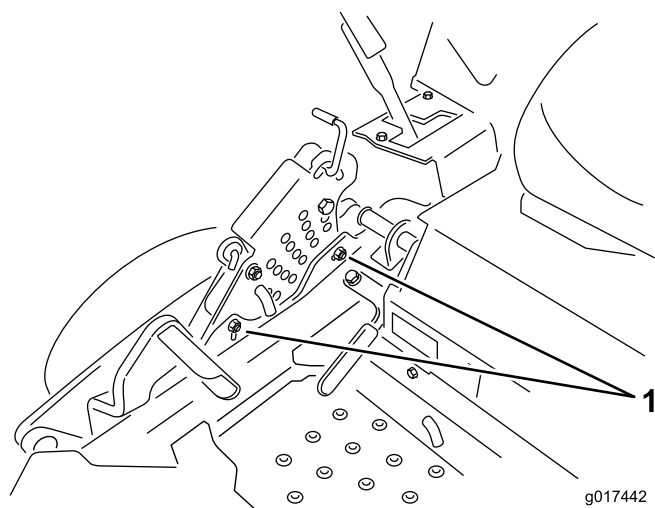

図 77
- シングルポイントの調整を行うには、刈高プレートの底部にあるボルト2本をゆるめる。図 77を参照。
- 刈高プレートの底部にあるボルト2本を締め付ける 図 77。37-45 Nm 3.7-4.6 kg.m = 27-33 ft-lb にトルク締めする。